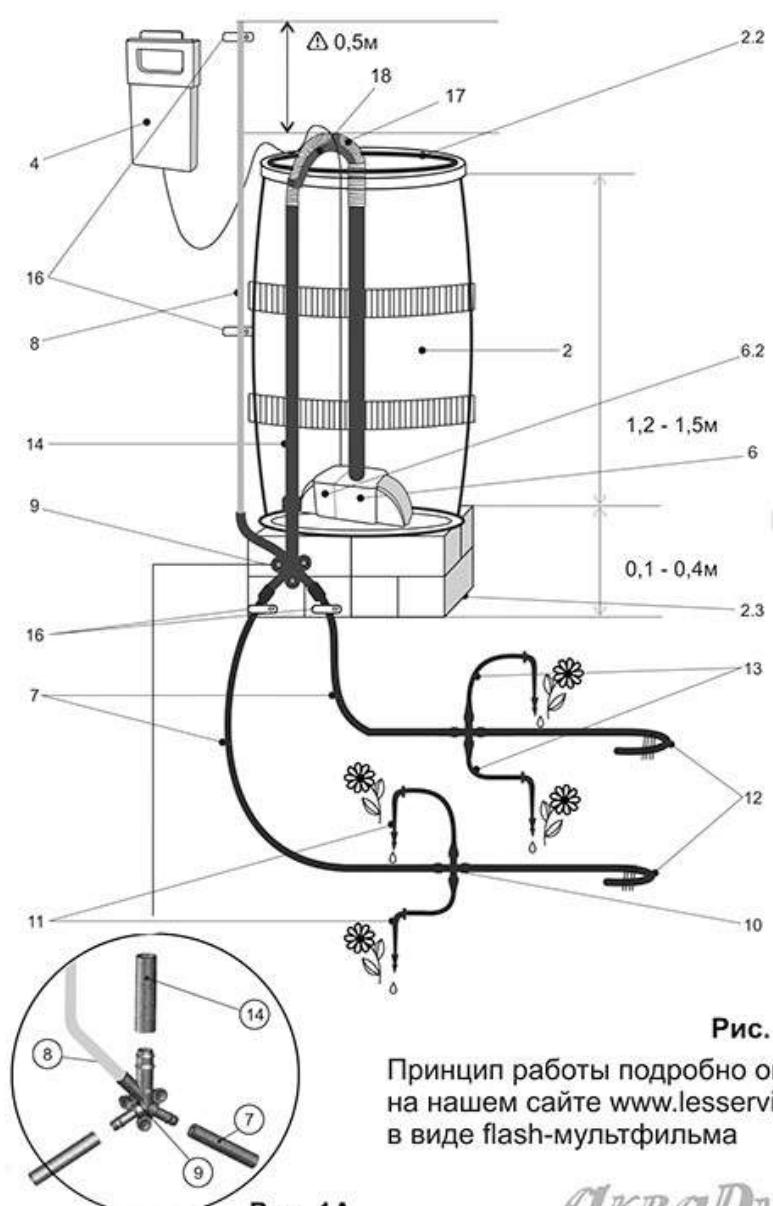

Рис. 1А
Принцип работы* **Аквадуся START!** Системы Автоматического Капельного Полива (далее по тексту «Система») состоит в следующем (см.рис.1):
- Разветвитель {9} должен быть установлен ниже уровня дна Бочки на 5-10 см. / Наденьте на Разветвитель шланги (см. рис. 1А);